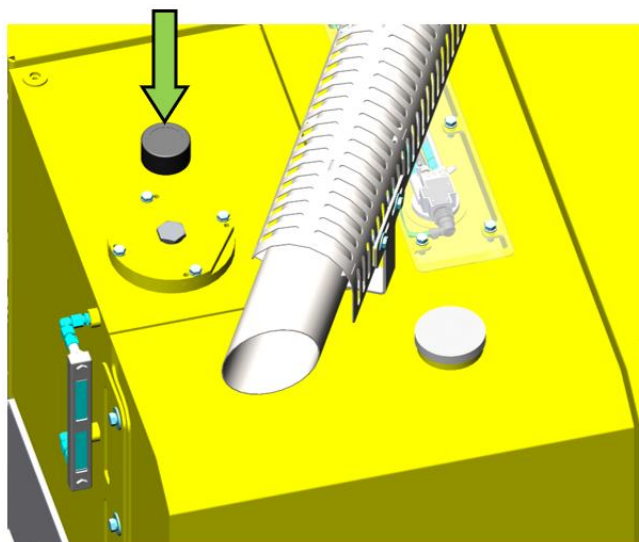

Рисунок 5.30. Размещение сапуна на гидравлическом баке
- ▶ Выкрутить сапун в направлении против часовой стрелки (рис. 5.30, размещение сапуна показано стрелкой).